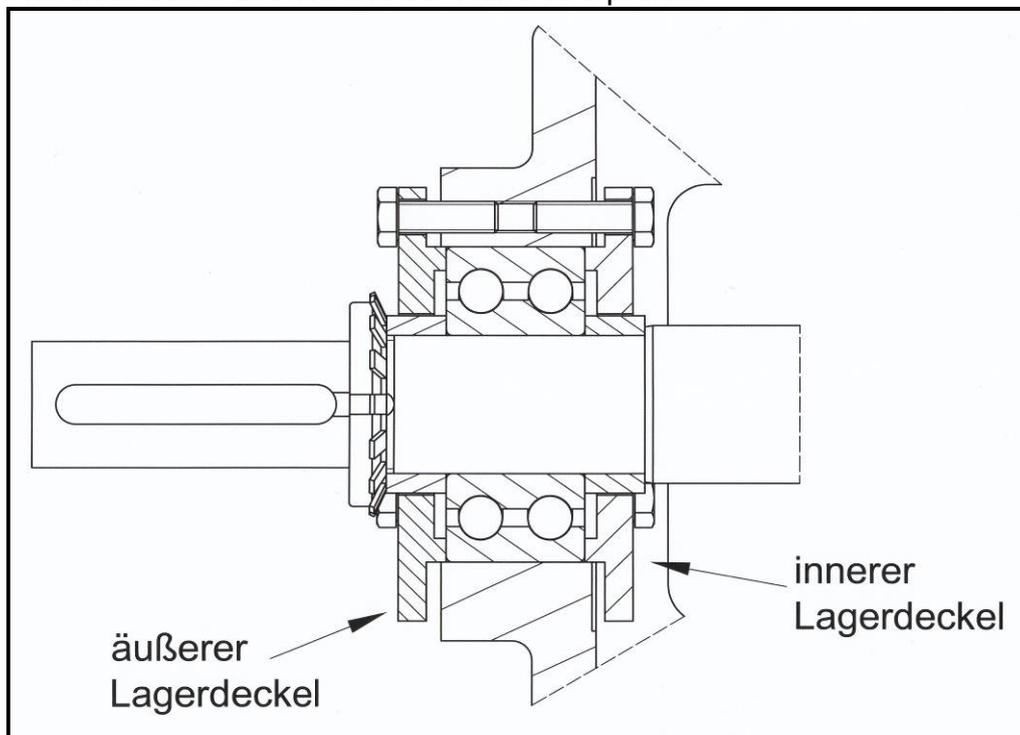

Abbildung 3: Kugellagerdeckel
- Außendeckel (siehe Abbildung 3) anziehen, bis sich die Welle von Hand nicht mehr drehen lässt.